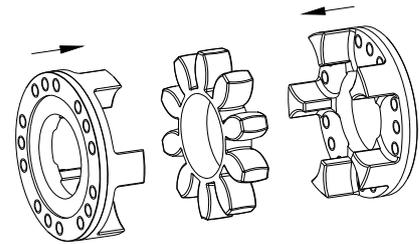

Figura 15: montaje de las bridas y estrellas
- Conecte las bridas con las estrellas o elementos DZ (ver figura 15).